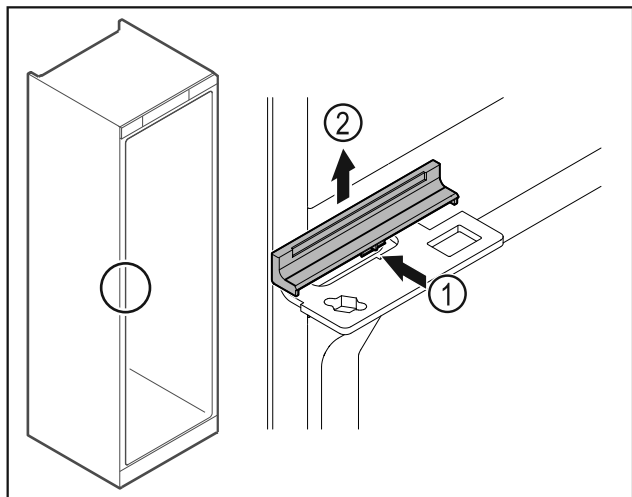

Fig. 48
- ▶ Lagano pritisnite poklopac Fig. 48 (1) na sredini i skinite ga prema gore Fig. 48 (2).